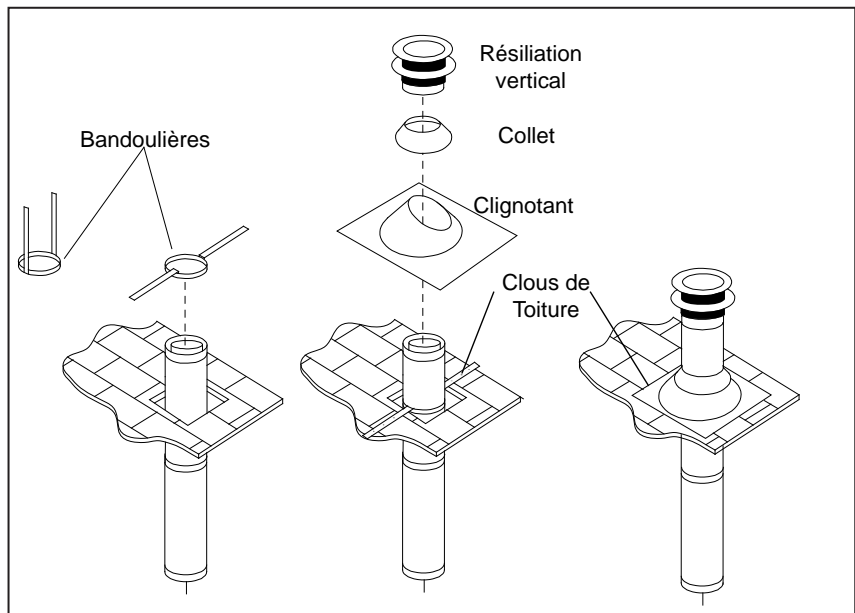

Figure 26. Terminaison de Ventilation Verticale
Étape 3. Pour installer la ronde boîte de support / coupe-feu mural sur un plafond plat, couper un **10 "(25,4 cm)** trou carré dans le plafond, centrée dans le trou percé à l'étape 2. Cadrez le trou comme indiqué sur la Figure 26.
- Étape 6.** Une fois les sections de tuyaux ont été rejoints, et courir à travers le trou dans le toit, glisser une sangle de coude sur les sections exposées, plier les bretelles de soutien extérieur, et pousser la sangle du coude jusqu'au niveau du toit, comme le montre la Figure 26. serrer la pince autour de la section de tuyau. Utilisez un niveau pour s'assurer que le tuyau est vraiment verticale. Avec des clous, attacher les sangles de soutien sur le toit. Sceller les trous des clous têtes avec du mastic non durcissant. Couper l'excès de longueur des sangles de support qui s'étendent au-delà du bord du solin.